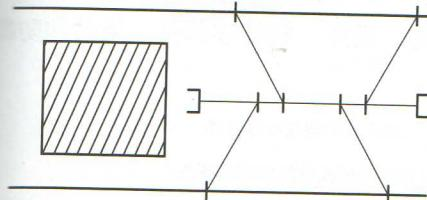

图 3-5 临时停车线
(4) 临时停车线 列车在运行过程中难免会出现故障，当故障对高密度、高速度的列车运行产生影响，或对乘客的安全和舒适度不利时，故障列车就要被安排下线就近进入临时停车线，或送回临近维修基地进行检查和修理，为了不影响后续列车运行，设计上应能使故障列车及时退出运营正线，如图 3-5 所示。